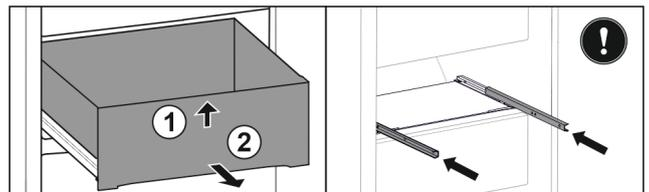

Fig. 53
- Sollevare il cassetto dal davanti. Fig. 53 (1)
- Rimuovere il cassetto tirandolo in avanti. Fig. 53 (2)